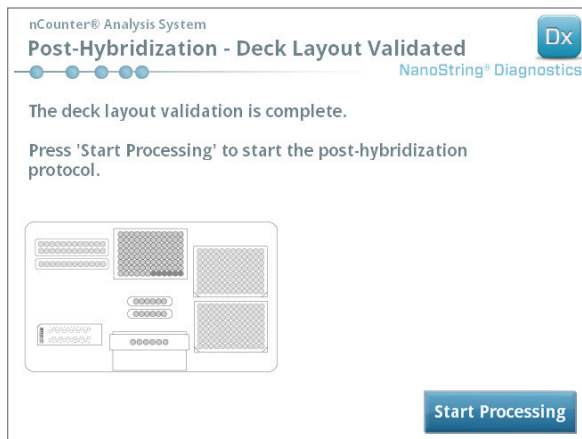

FIGURA 5.27: la pantalla "Post-Hybridization - Deck Layout Validated" (Poshibridación - Validación de disposición de la cubierta)
- c. Una vez finalizada la validación de la cubierta (FIGURA 5.27), aparecerá una nueva pantalla con el botón **Start Processing** (Iniciar procesamiento). Toque **Start Processing** (Iniciar procesamiento) para iniciar el ciclo.